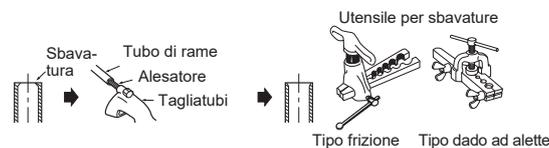

Fig. 3
- Nel collegare il tubo di scarico al tubo rigido in cloruro di vinile, avere cura di inserirlo saldamente all'interno di quest'ultimo. (Fig. 3)
- 2) Rimuovere completamente tutte le sbavature dalla sezione di taglio del tubo. (Fig. 3)